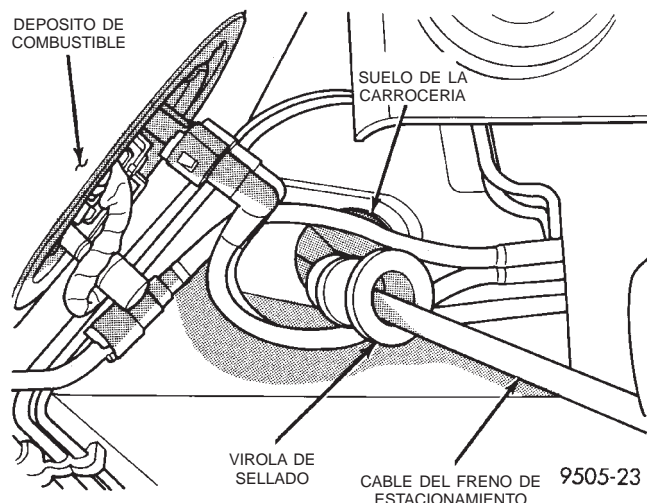

Fig. 155 Sello del cable del freno de estacionamiento en el suelo de la carrocería
(23) Retire el cable del freno de estacionamiento y la virola de sellado (Fig. 155) del suelo de la carrocería del vehículo.